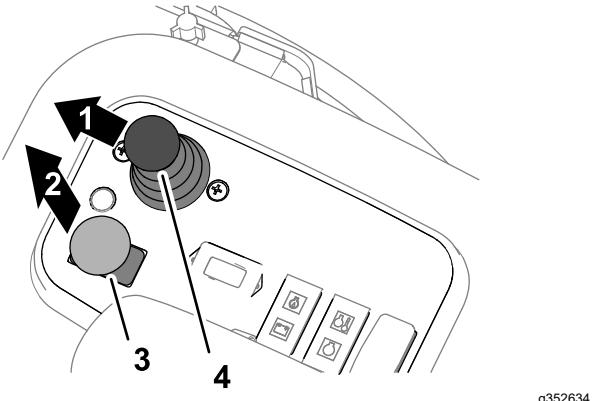

Figura 98
3. Mueva la palanca de control bajar/segar/elevar hacia adelante (Figura 98).